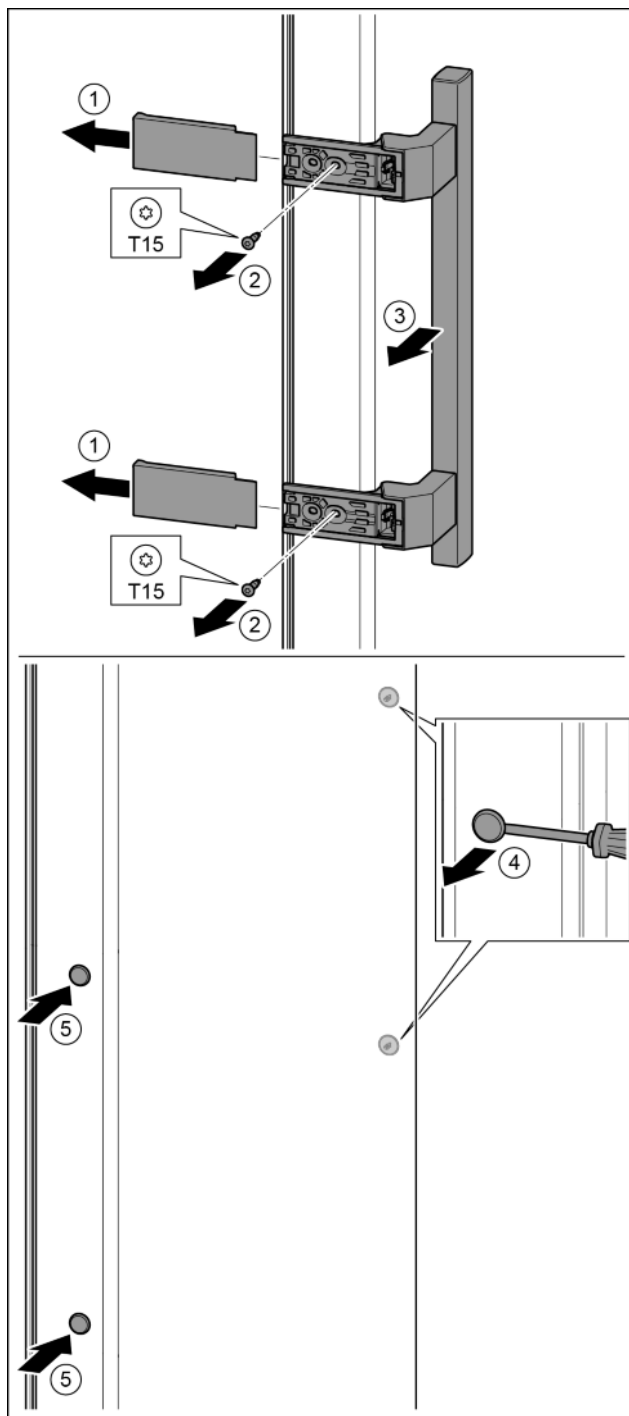

Fig. 20
- Afdekking eraf trekken. Fig. 20 (1)
- Schroeven met schroevendraaier T15 eruit draaien. Fig. 20 (2)
- Greep eraf halen. Fig. 20 (3)
- Zijdelingse stop voorzichtig met een sleufschroevendraaier optillen en eruit trekken. Fig. 20 (4)
- Stop op de andere kant weer aanbrengen. Fig. 20 (5)